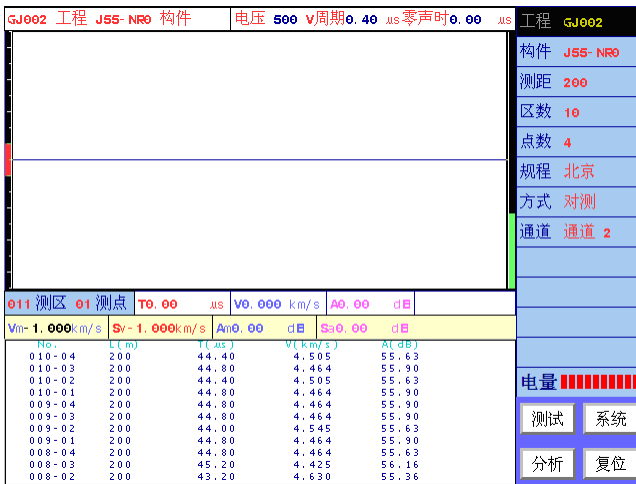
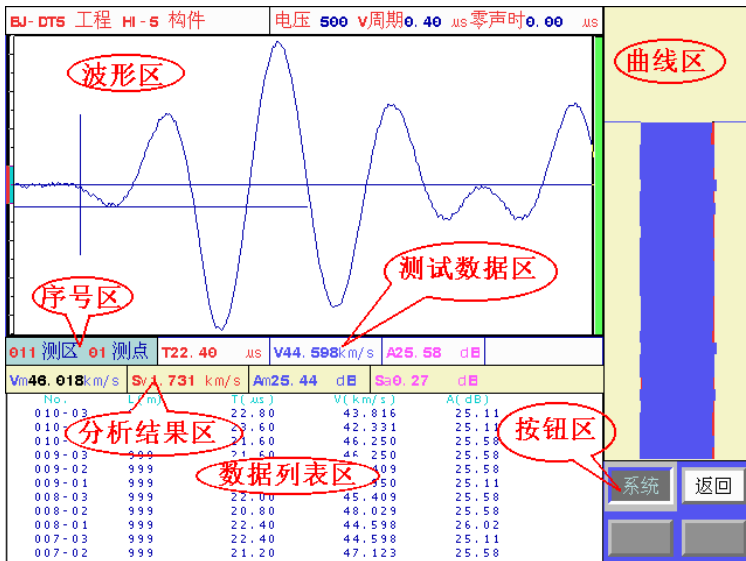

图 6.1 参数设置界面
图 6.5 测试界面
在仪器起动后的功能选择界面上，按【▲、▼】键选择**超声回弹综合法测强**按钮，按下【←】键则进入如图 6.1 所示的参数设置界面。
在图 6.1 所示的界面中选择**工程**进入文件管理界面，如图 6.2 所示。有关文件管理界面的操作方法将在第 6.6 节中说明。此时选项光条自动位于**工程**操作选项上，您可以
完成以上 3 步后，您已经指定了当前要使用的工程、要测试的构件。这时系统会自动返回图 6.1 所示工程参数设置界面。
如果图 6.1 中显示的工程名称已经是您想要的工程名称，那您就不需要做这项操作了。一般在一个工地测试第一个构件时需要输入工程名，在测试其他构件时只需选择该工程为当前工程。
如果图 6.1 中显示的工程已经是您想要选择的工程，您不需要进入图 6.2 界面，而只需在图 6.1 中，光条位于构件上时按【←】键，直接输入构件名称。
如果图 6.1 中显示的构件名称已经是您想要的构件名称，那您就不需要做这项操作了。一般在测试完一个构件后，再测试下一个构件时，需要新建构件；对某一个构件进行续测和查看波形时，需要选择该构件。
当您在图 6.1 所示的工程参数界面中设置完所有参数后就可以按【采样】键或**测试**按钮，进入图 6.5 所示的测试界面。测试界面分为：**波形区**、**测试数据区**、**曲线区**、**数据列表区**、**分析结果区**、**序号区**、**按钮区**七部分。
- 1) 在图 6.5 所示的测试界面按【采样】键进行采样，此时仪器激励发射换能器发射超声脉冲（换能器有响声），仪器自动调整接收信号，在波形区上显示调整好的波形，并进行动态刷新。